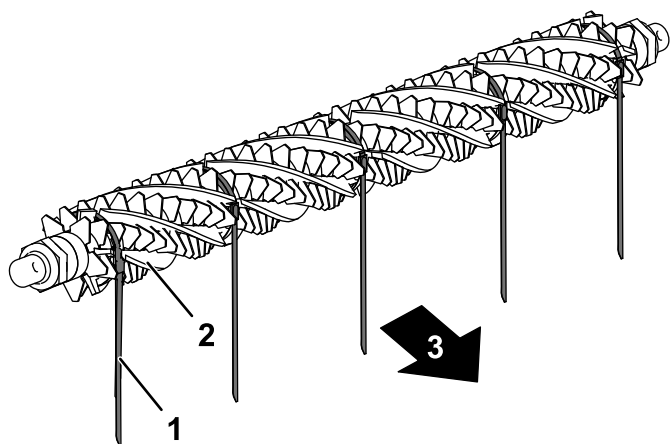

图17
3. 从疏草刀滚刀的一侧，将刷子滑入整个疏草刀滚刀上的每条凹槽（图17）。
重要事项： 箍带必须以主要旋转方向，绕着疏草刀刀片和刷子组件缠绕。图17 中所示为用于正向旋转安装的箍带。